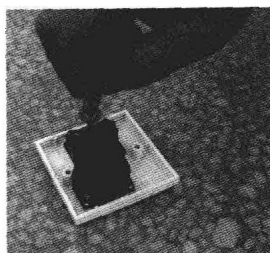

图 1-7 小螺钉旋具的使用方法
②小螺钉旋具的使用。小螺钉旋具一般用来紧固电气装置接线桩头上的小螺钉，使用时可用手指顶住木柄的末端捻转，如图 1-7 所示。